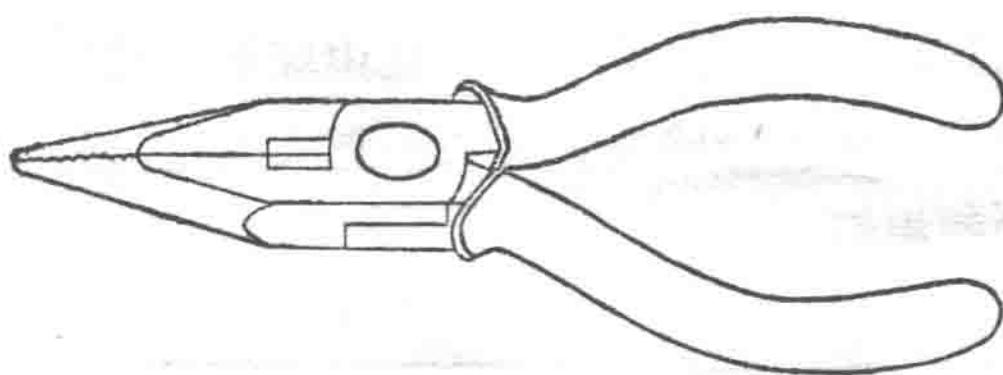

图 1-4 尖嘴钳
**尖嘴钳 (图 1-4):** 可以用电工用的胶柄尖嘴钳代用。它可以用做夹紧、截断、弯折以及拧螺丝母等工作。